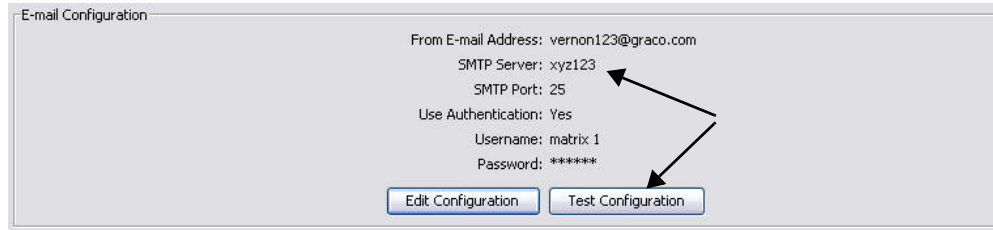

图 138
1. 若要确认在电子邮件配置屏幕上设置的发送邮件是否正确，单击“测试配置” 按键（图 138）。